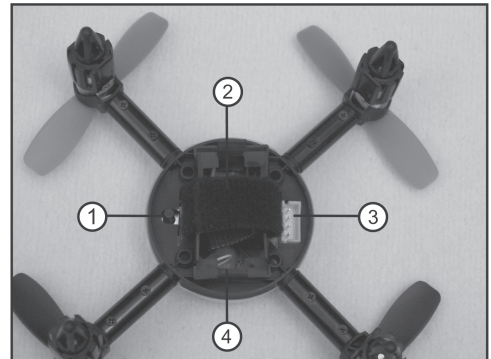

Bild 6
Bei dem „Mini-Copter MC 120“ können Sie je nach Ihrer Flugerfahrung zwischen drei verschiedenen Flugmodis wählen. Die Taste hierzu befindet sich auf der Unterseite des Mini-Copters (siehe auch Bild 6).
- Schließen Sie danach den Flugakku an. Hierzu müssen Sie den Stecker des Akkus polungsrichtig in die Buchse des „Mini-Copter MC 120“ einstecken (siehe auch Bild 6, Pos. 3; Konturen des Steckers beachten). Die LED im Modell fängt bei korrektem Empfangssignal nach kurzer Zeit an, grün zu blinken (Anfängermodus).
- Legen Sie den Flugakku in die dafür vorgesehene Halterung des „Mini-Copter MC 120“ und sichern ihn mit dem Klettband (siehe auch Bild 6, Pos. 2 und 4).
- Wählen Sie per Tastendruck auf den Einstellknopf des Flugmodus (Bild 6, Pos. 1) den gewünschten Modus aus.